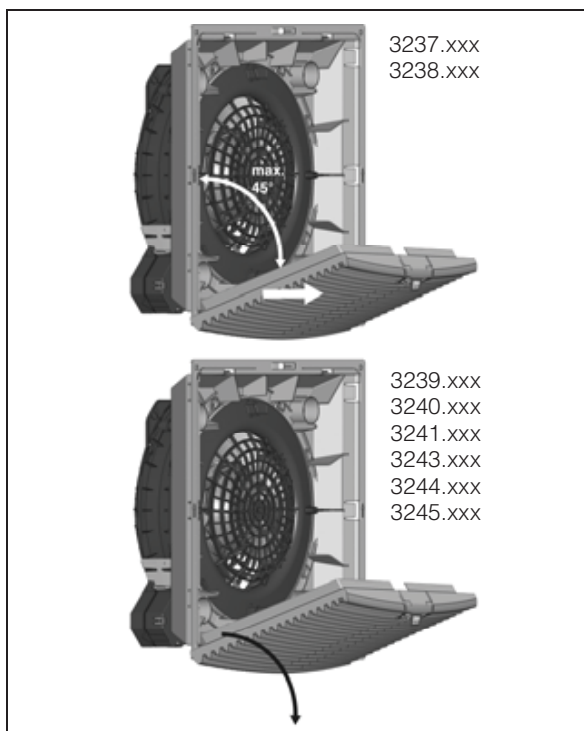

Imagen 2: Desmontar la rejilla
- Para realizar los taladros inferiores, debe retirarse la rejilla según se muestra en la imagen 2